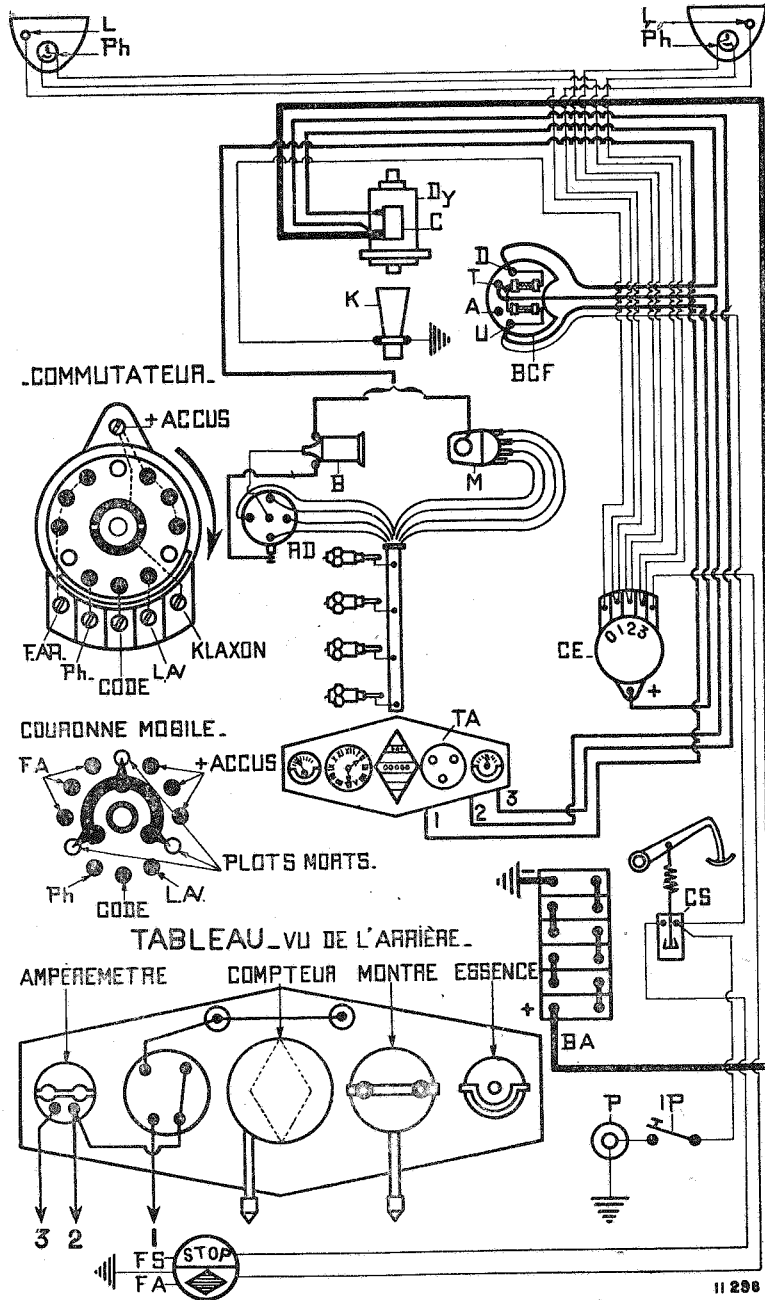

Fig. 21. — Schéma d'installation électrique.
Une boîte de connexions, placée à l'avant sur le carter tôle près du moteur, distribue le courant à toute l'installation. Elle comporte deux fusibles de 50 ampères destinés à protéger les canalisations : celui de dynamo (DY) et celui d'utilisation (U) (fig. 21).
LÉGENDE FIG. 21.